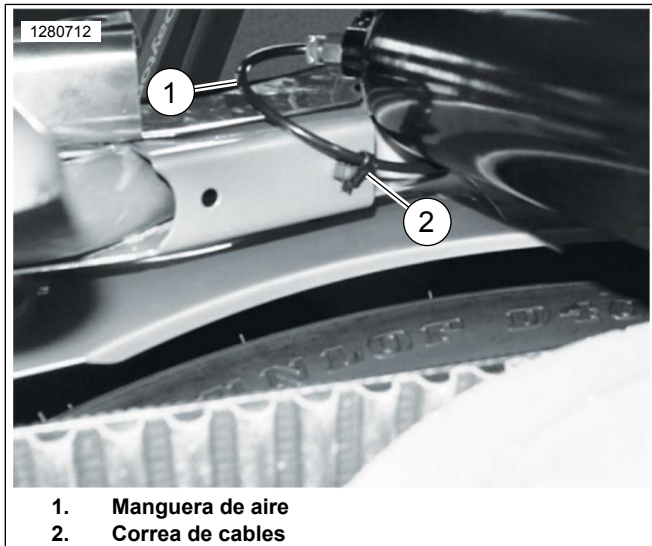

Figura 4. Enrutamiento de la manguera de aire para los modelos 2003 y posteriores
- c. **Para los modelos 2003 y posteriores:** Consultar Figura 4 . Quitar la manguera de aire del amortiguador del lado izquierdo (1) de la válvula de aire, y desviarla por debajo del soporte de impacto superior. Usar la correa de cables (2) para fijar la manguera de aire, tal como se muestra y evitar que se doble o quede apretada. Volver a instalar la manguera de aire a la válvula de aire, e instalar la válvula de aire en el agujero con la marca "F" en la pieza de soporte del lado izquierdo.